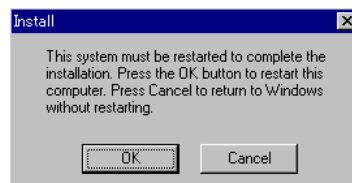
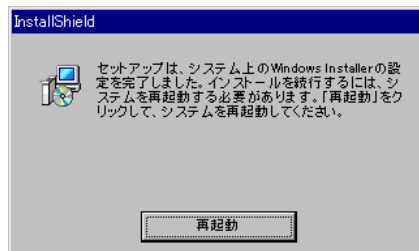

図 3-11 再起動確認メッセージ(1)
図 3-12 再起動確認メッセージ(2)
- 7 インストール中に図 3-11 のメッセージが表示された場合には、[Cancel]ボタンをクリックしてください。
- 8 インストール中に図 3-12 のメッセージが表示された場合には、[再起動]ボタンをクリックしてください。
- 9 図 3-11、図 3-12 のメッセージが表示された場合には、再起動後に残りのインストールが自動的に起動されますので、Administrator 権限を持つユーザでログオンしてください。
- 11 再度、図 3-11 のメッセージが表示された場合は、[Cancel]ボタンをクリックしてください。